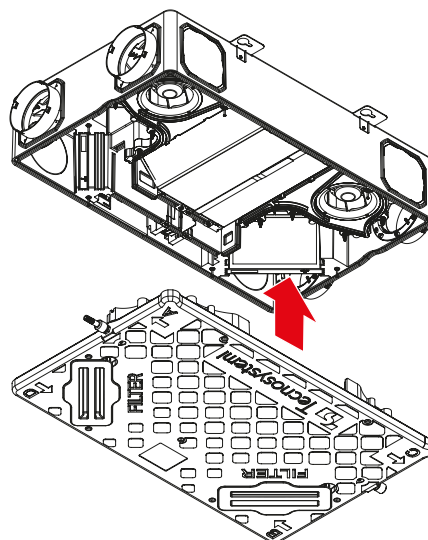

Abb. 5
6. Befestigen Sie das Gehäuse an der Einheit und ziehen Sie die Befestigungsschrauben an (Abb. 5).
7. Setzen Sie die Tasten wieder auf das Gerät (Abb. 5).